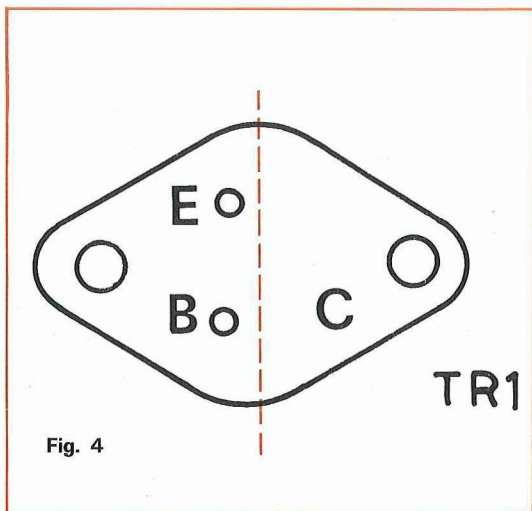

Fig. 4
Nel disegno di fig. 4 è illustrata la disposizione dei piedini E-B del transistor di potenza; il terminale C è costituito dalla carcassa dello stesso.
I tipi a forma di sonda, come in fig. 4, sono costituiti da un elemento sensibile a forma di goccia racchiuso dentro un involucro di vetro di circa 2-5 mm di diametro e con una lunghezza che può raggiungere anche i 50-60 mm.: questi ultimi sono i più idonei per la realizzazione di apparecchiature elettromedicali, per il controllo della temperatura di liquidi in generale ed in tutti quei casi insomma che necessitano della lettura rapida e precisa della temperatura.
**Fig. 4** NTC a forma di sonda. Queste vengono impiegate di preferenza in apparecchiature elettromedicali, vedi i termometri a NTC. Nella fotografia annessa sono visibili due tipi di termometri clinici immessi sul mercato dalla Philips.